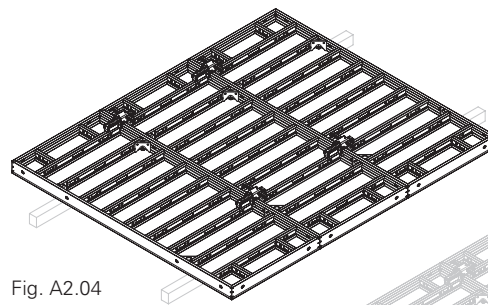

Fig. A2.04
1. Montare le mensole sull'elemento orizzontale. (Fig. A2.04)